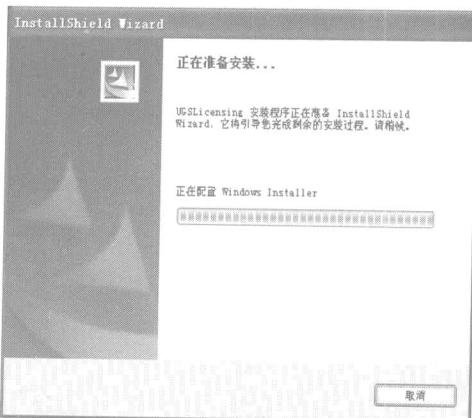

图 1-3 计算机配置检测界面
(5) 选择“中文（简体）”安装语言，单击 确定 按钮，系统开始检测计算机配置，如图 1-3 所示。